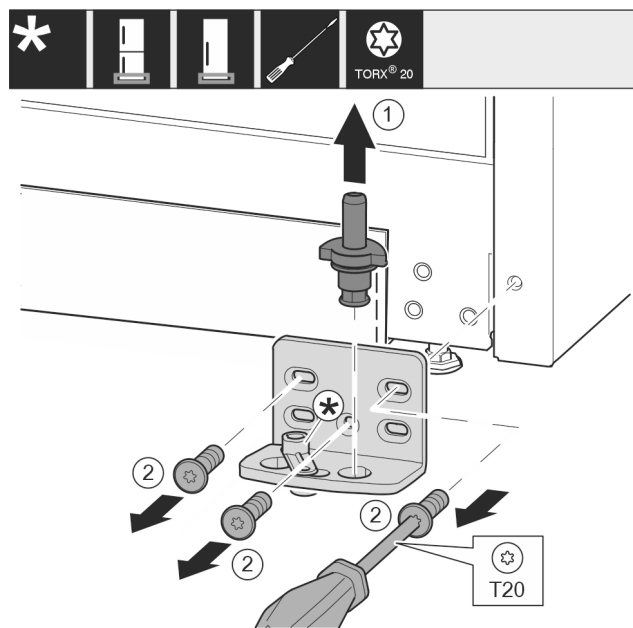

Fig. 12
- ▶ Estrarre completamente verso l'alto i perni di supporto Fig. 12 (1).
- ▶ Svitare le viti Fig. 12 (2) con un cacciavite e rimuovere il blocco di supporto.